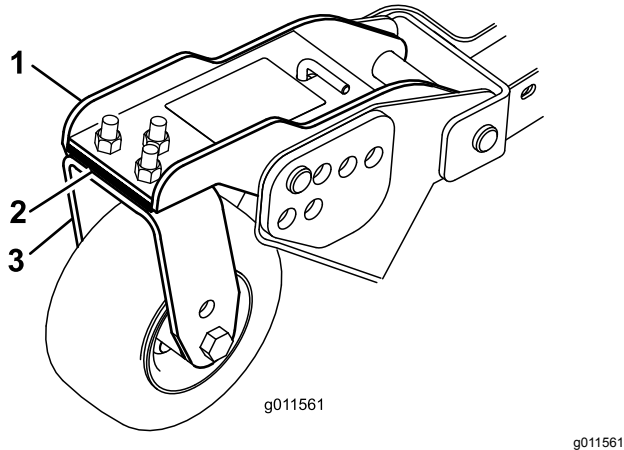

Figure 35
- Ajoutez ou retirez des cales de 3 mm sur le(s) bras pivotant(s) avant pour que la hauteur de coupe corresponde à celle indiquée sur l'autocollant (Figure 35).
- Si le bord intérieur du plateau de coupe latéral est trop élevé par rapport au bord extérieur du plateau de coupe avant, retirez une cale au bas du bras de la roue pivotante intérieure avant du plateau latéral (Figure 35).